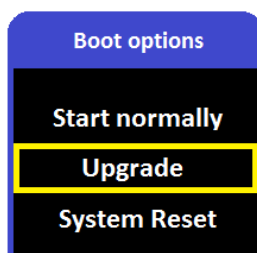

Figura 38: Dialogo das opções de reinício.
2. Ligar o NESIS, e começar a premir o botão multi-funções do QNH, até aparecer uma janela de diálogo idêntica á da figura 38. Usar o botão OK, para seleccionar o comando *Upgrade*, premir o botão para confirmar.
3. O diálogo ilustrado na figura 38, mostra um ficheiro *kus*. Seleccionar a versão correcta da actualização (*ficheiro kus*) para que o NESIS dê início á actualização.